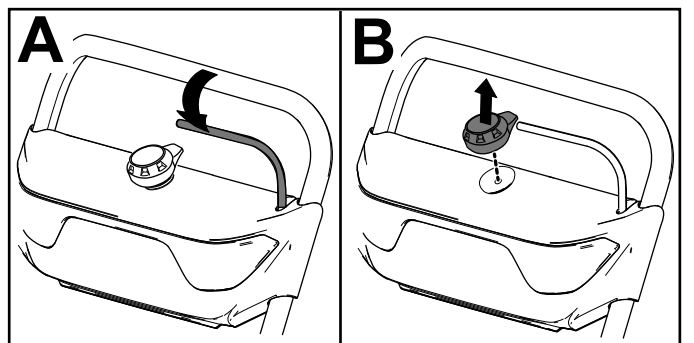

Figura 12
1. Liberte a barra (A de Figura 12).
2. Remova o botão de arranque elétrico do arrancador elétrico (B de Figura 12).